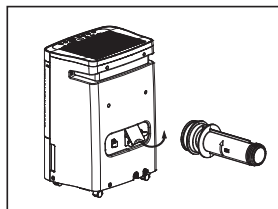

fig. 1
- a. Retirez le bouchon de drainage à l'arrière de l'unité et sortez le joint de drainage de la trousse d'accessoires. (Fig. 1)